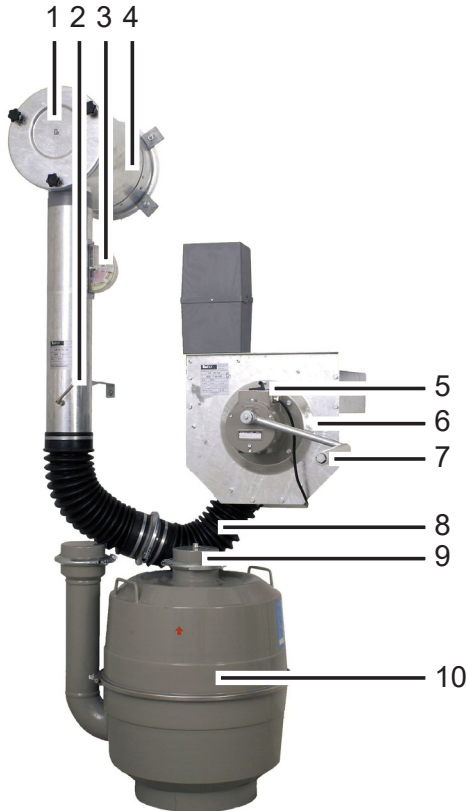

Abbildung 3 Komponenten für den Betrieb
- ▶ *Wenn nicht anders erwähnt, beziehen sich die Positionsnummern in den Kapiteln 4.1 und 4.2 auf Abbildung 3.*